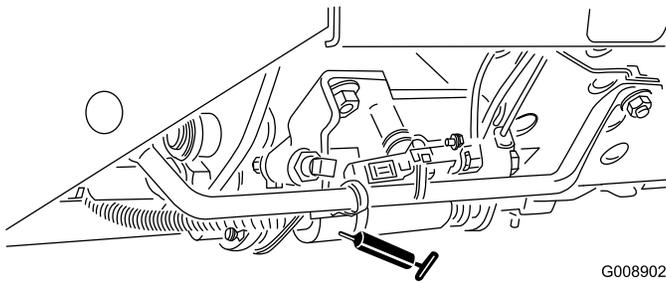

Figure 36
- Sélecteur de tonte/transport (Figure 36)